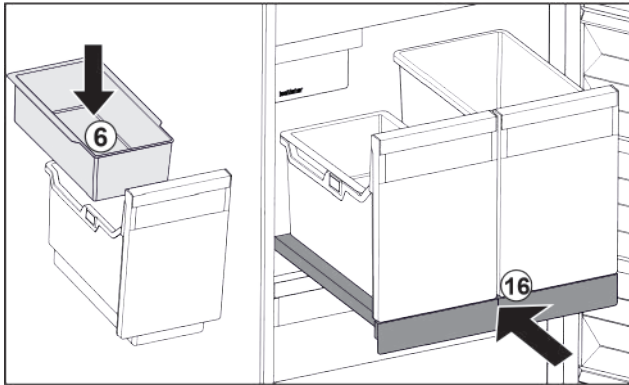

Fig. 30
- ▶ Вставити підвісний лоток Fig. 30 (6) для кубиків льоду.
- ▶ Вставити витяжну панель з резервуаром (IceTower) Fig. 30 (16)